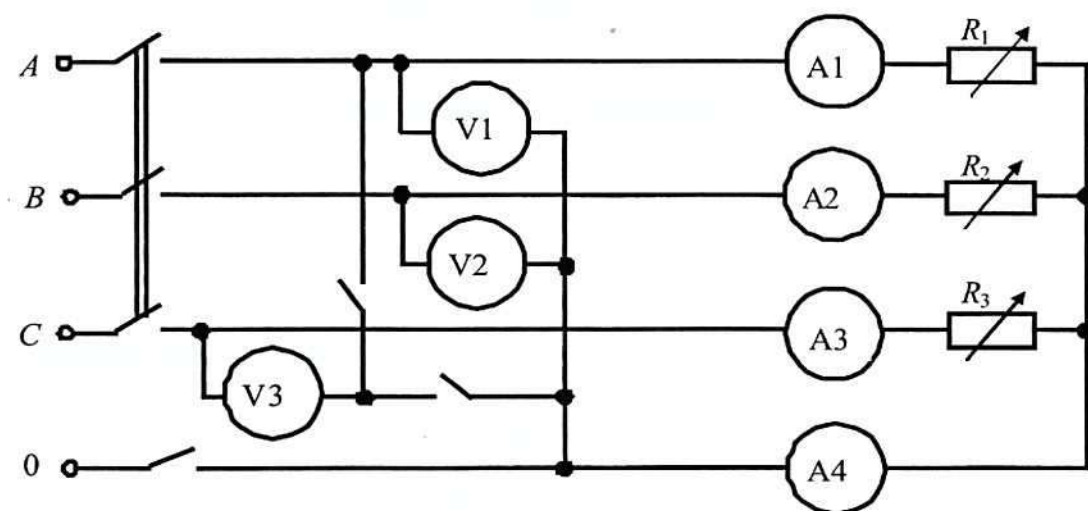

Рис. 4. Схема соединения приборов
1. Собрать цепь согласно рис. 4.